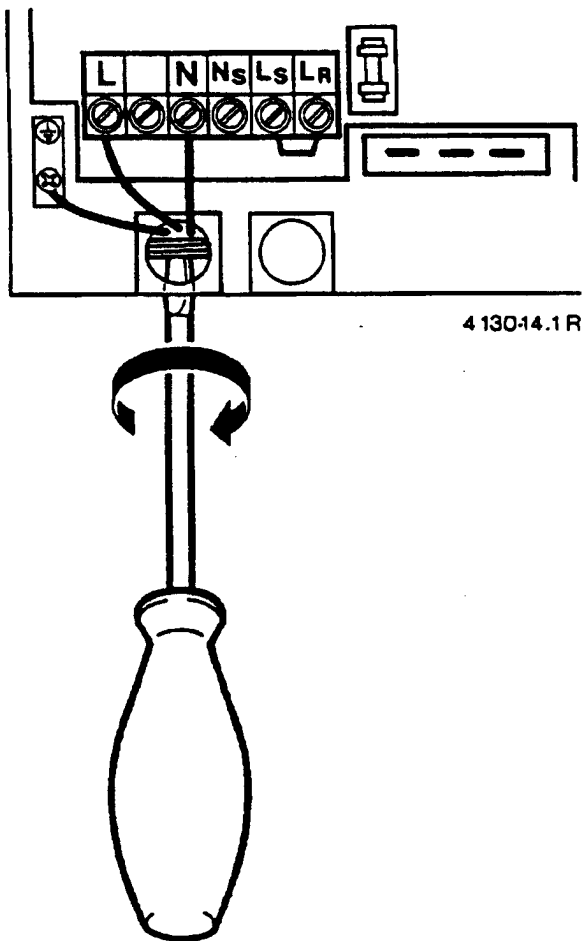

Рис. 13
- Протянуть кабель через крепление кабеля и подсоединить согласно рис. 13.